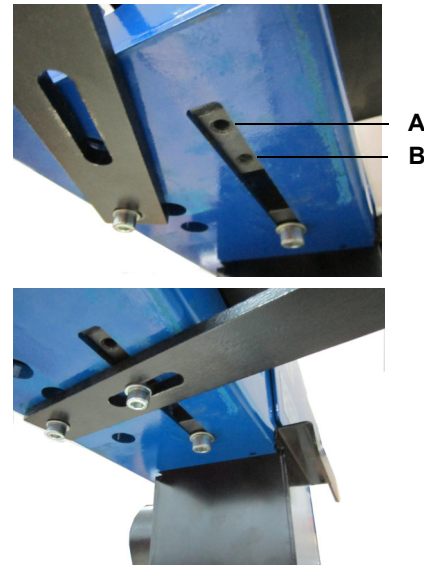

Abb. 12: Wegbegrenzung des Vorschubhebels
Für den Vorschubweg kann unter 2 verschiedenen Wegbegrenzungen gewählt werden. Dazu muss der Vorschubhebel entweder an der vorderen (A, Abb. 12) oder an der hinteren Bohrung (B) an der Unterseite der Rohrschleifer-Arbeitsposition angeschraubt werden.